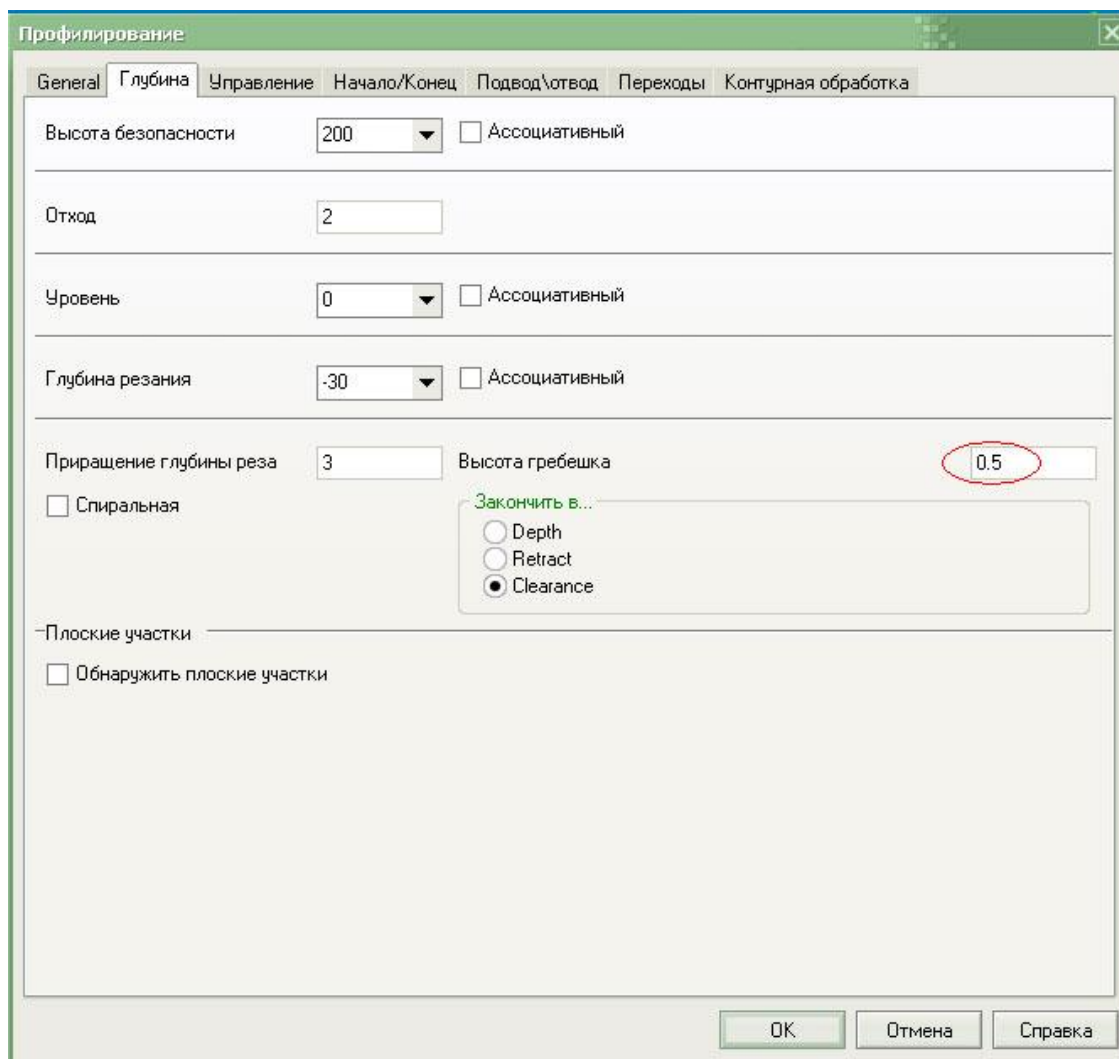

Рис. 10. Edgesam. Обработка 3D кармана с использованием функции контроля высоты гребешка.
6. Теперь отредактируем цикл «Профилирование», поставив высоту гребешка равную 0,5мм (рис.10), при этом оставив приращение глубины резания 3мм.